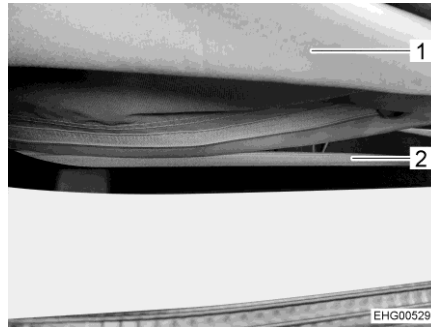

Fig. 38 Fermeture éclair
- Ouvrir entièrement la fermeture éclair (Fig. 38,2) sur le bas du soufflet (Fig. 38,1).